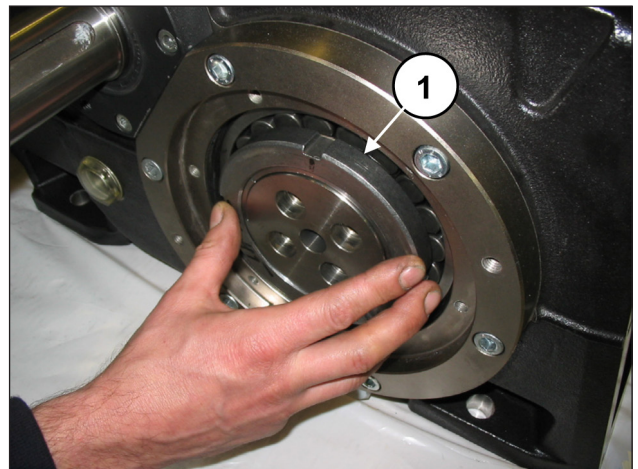
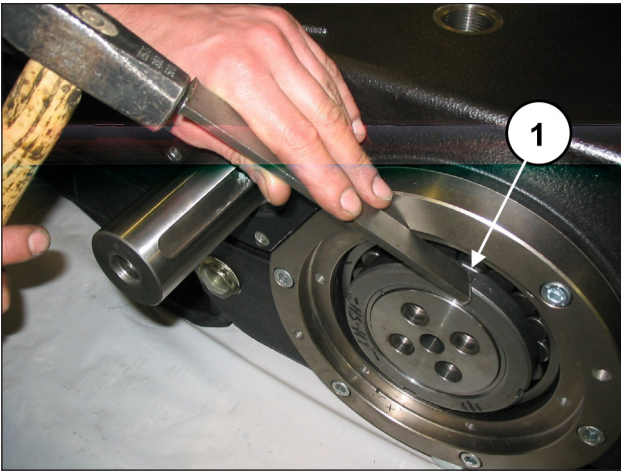

Abb. 16
Abb. 17
Drehen Sie auf einer Seite eine Nutmutter Typ SKF KM20 auf die Druckbuchse (Pos. ①, Abb. 16), lösen Sie die Buchse dann mit einem Schlagwerk (Pos. ①, Abb. 17), ohne sie jedoch herauszuziehen.